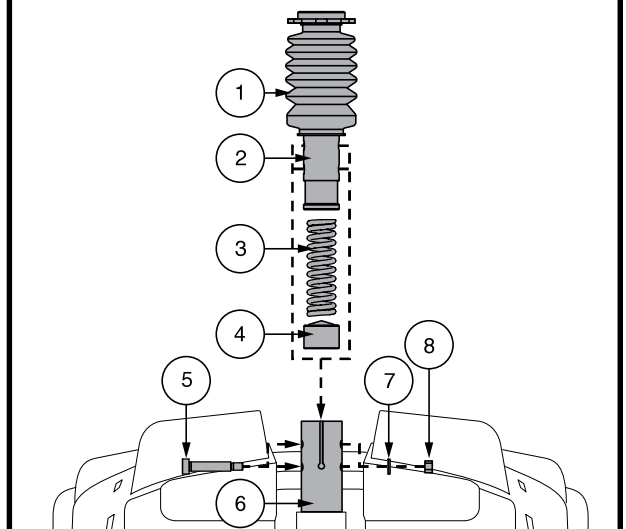

Figura 22. Regolazione altezza sedile - Asta Del Sedile
4. Spingere in basso l'asta del sedile allentando e rimuovendo il bullone laterale, la rondella e il dado. **Vedere figura 22.**